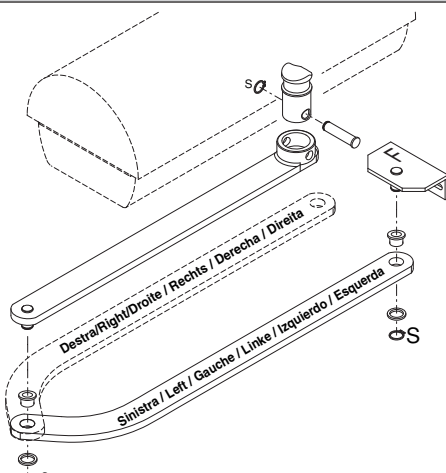

Fig. 7
- Introduza o quadro do braço no eixo de saída do motoreductor e fixe-o (fig.7).